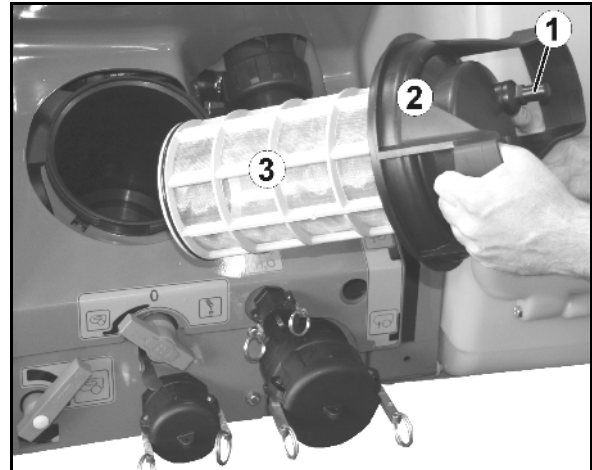

Fig. 117
Reinigen Sie den Saugfilter (Fig. 117) täglich nach dem Reinigen der Feldspritze.
1. Deckel des Saugfilters lösen (Fig. 117/2).
2. Deckel mit Saugfilter (Fig. 117/3) abnehmen und mit Wasser reinigen.